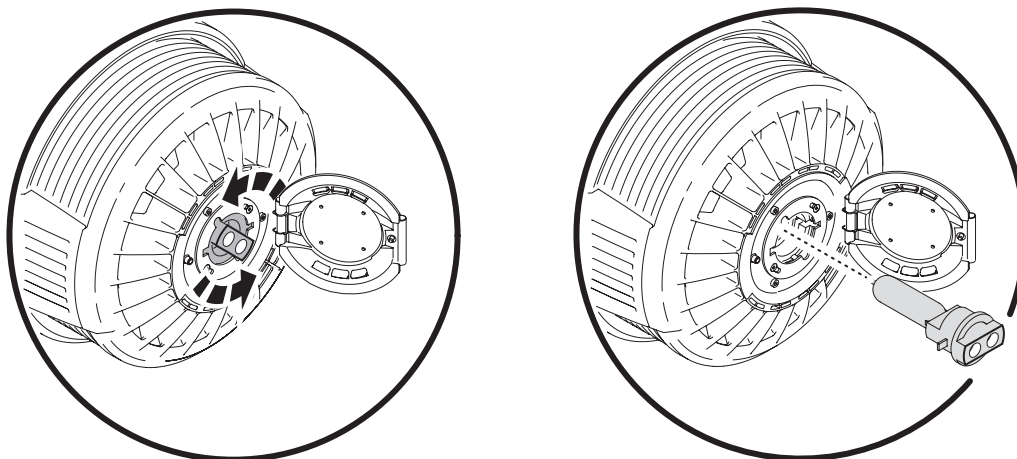

Figure 2: Changement de lampe
- Saisissez la base céramique et faites-la tourner de 45° dans le sens anti horaire puis dégagez la lampe en la tirant comme indiqué en Figure 2.